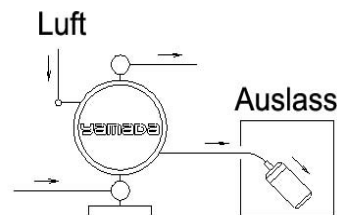

Fig. 3.2
- * Die Abluft muss nach außen geleitet werden und nicht in die Flüssigkeit. Zur Information über die Ableitung der verpumpten Flüssigkeit siehe: Ableiten der Flüssigkeit und Fig. 3.2.